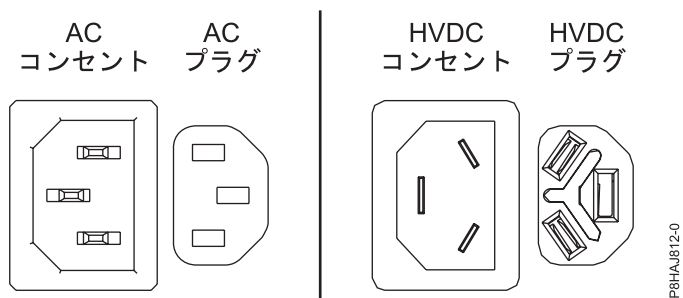
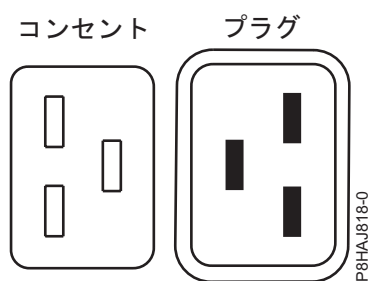
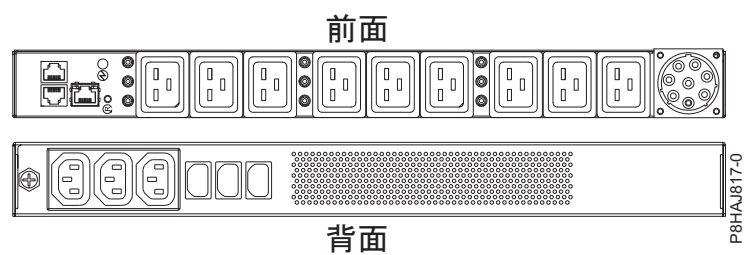

図 34. AC コネクターと HVDC コネクター
図 35. 8408-44E システムのコネクター
図 36. 8408-44E システムの PDU
55 ページの図 34 は、サポート対象の交流 (AC) コネクターおよび高電圧直流 (HVDC) コネクターを示しています。55 ページの図 35 および 55 ページの図 36 は、8408-44E のサポート対象のコネクターおよび電力配分装置 (PDU) を示しています。